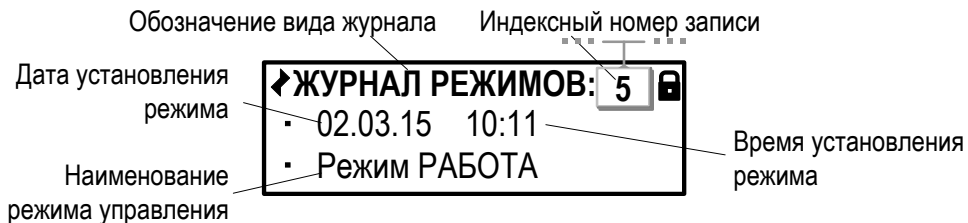

**Рис.45. Вид окна индикации «Журнала отказов ТВ».**
8.3.4. Отказы, возникающие в процессе работы тепловычислителя, фиксируются в **Журнале отказов ТВ** (рис.45).